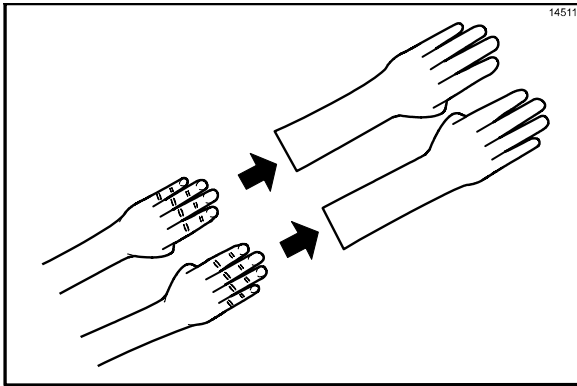

Abbildung 16
7. Hitzeschutzhandschuhe anziehen. (Siehe Abbildung 16.)